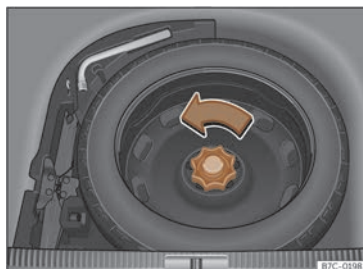

Fig. 230 Al maleters: base de càrrega alçada.
- Gireu la rodeta en sentit contrari al de les agulles del rellotge >>> **fig. 230**.